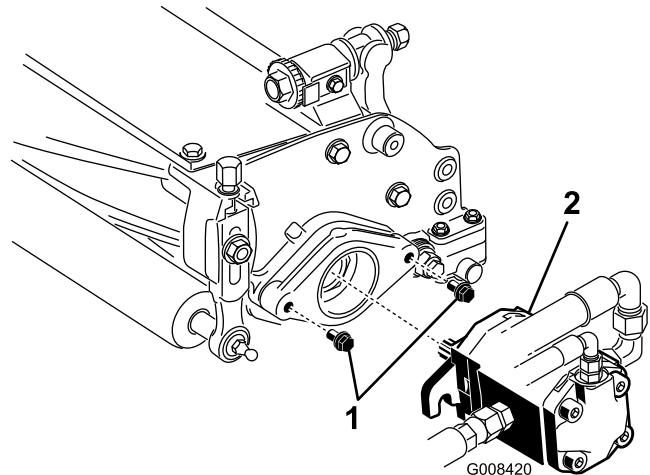

Figura 18
10. Montate le viti di montaggio del motore principale del cilindro su ciascun apparato di taglio. Lasciate sporgere 13 mm circa di filetto delle viti di montaggio (Figura 18).
12. Spalmate grasso pulito sull'albero scanalato del motore e montate il motore ruotandolo in senso orario in modo che le relative flange non tocchino i prigionieri. Girate il motore in senso antiorario finché le flange non circondano i prigionieri (Figura 18).
13. Serrate i bulloni di fissaggio (Figura 18).